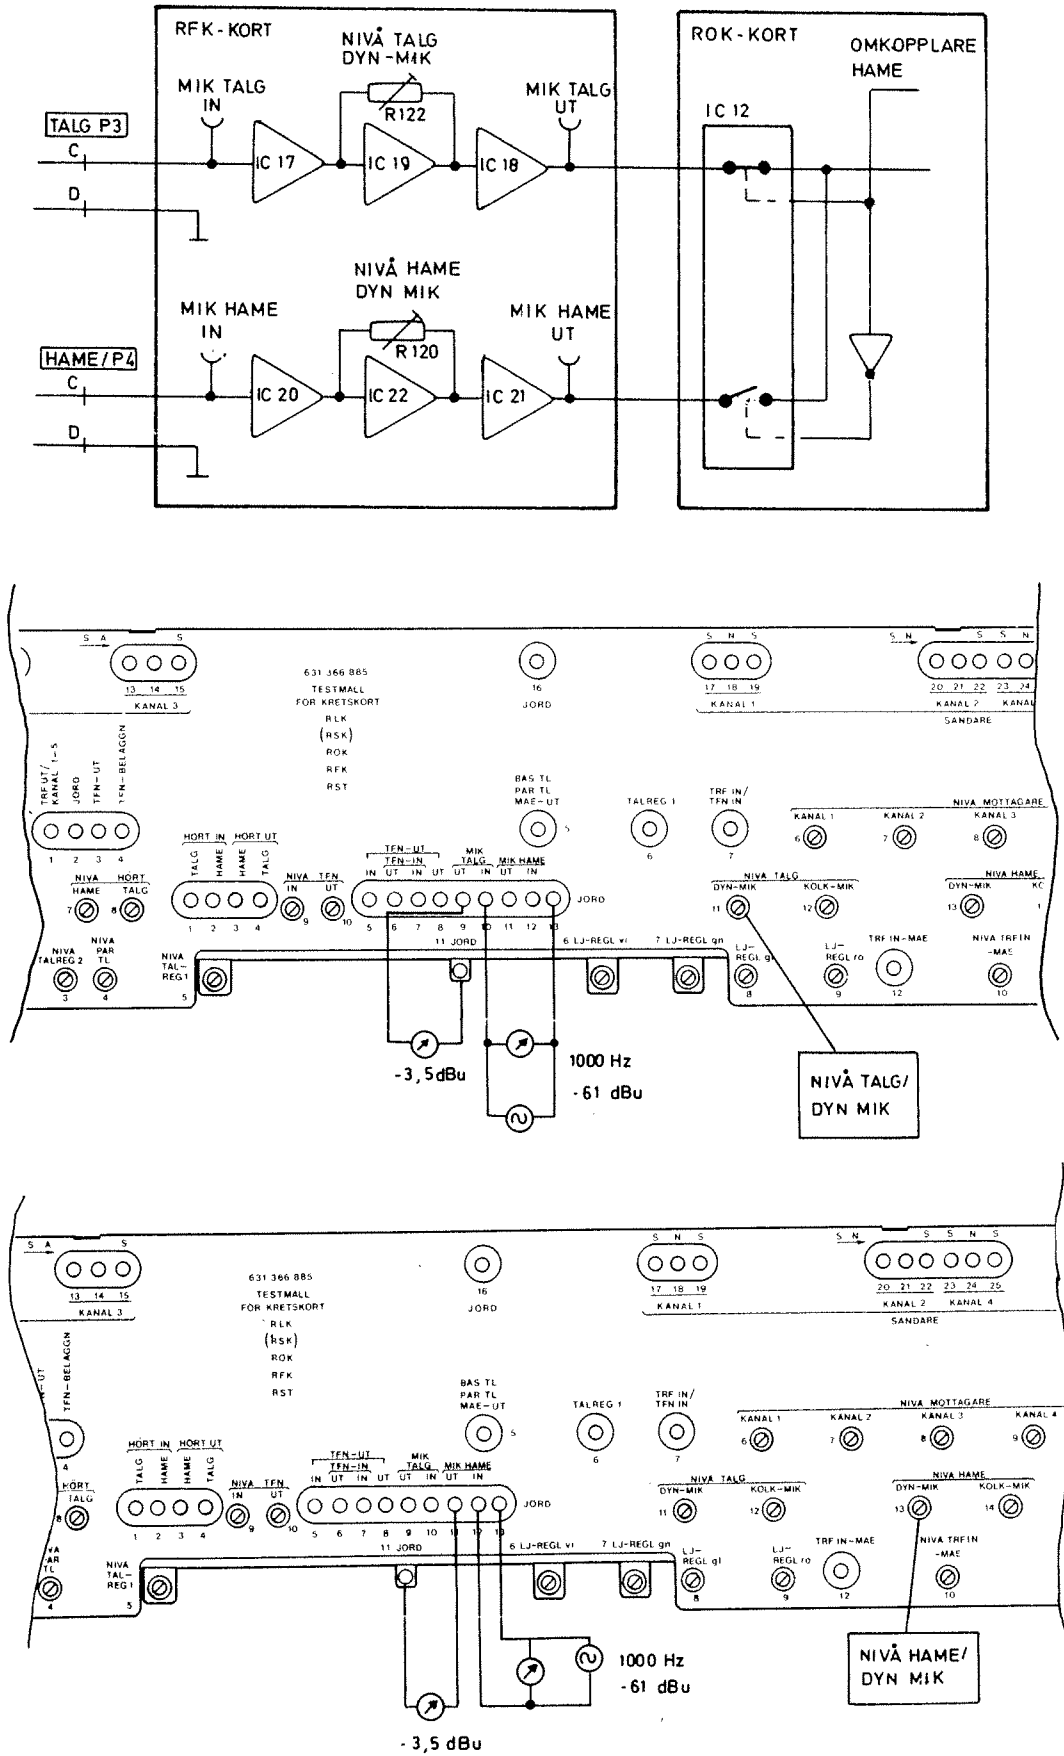

Bild 17
- Anslut LF-generatorn och URI-metern till radiomanöverenhetens mätuttag MIK TALG/IN och JORD på RFK-kortet, se bild 17.
- Anslut LF-generatorn och URI-metern till radiomanöverenhetens mätuttag MIK HAME/IN och JORD på RFK-kortet, se bild 17.